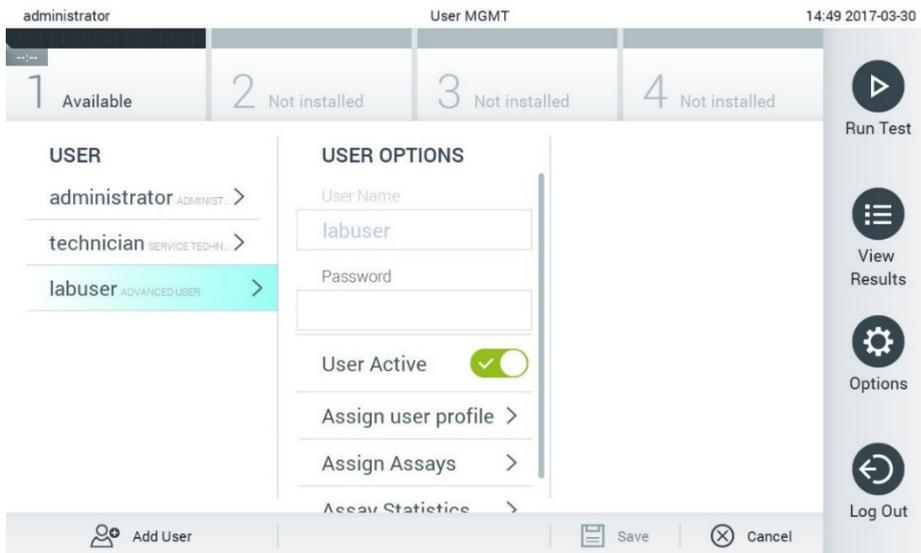

Abbildung 60. Auswahl und Verwaltung von Benutzern.
2. Wählen Sie den zu verwaltenden Benutzer aus der Liste in der linken Spalte im Inhaltsbereich aus (Abbildung 60).